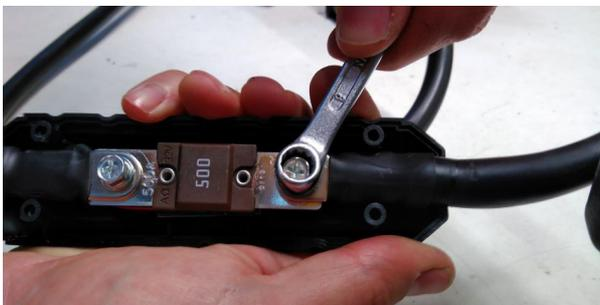

Abb. 11: Sicherung lösen
* Zum Aufladen der Batterie das Ladegerät (10, Abb. 11) anstecken.
** Zum Auswechseln der 9V-Hilfsbatterie die Abdeckung (9, Abb. 11) abnehmen.